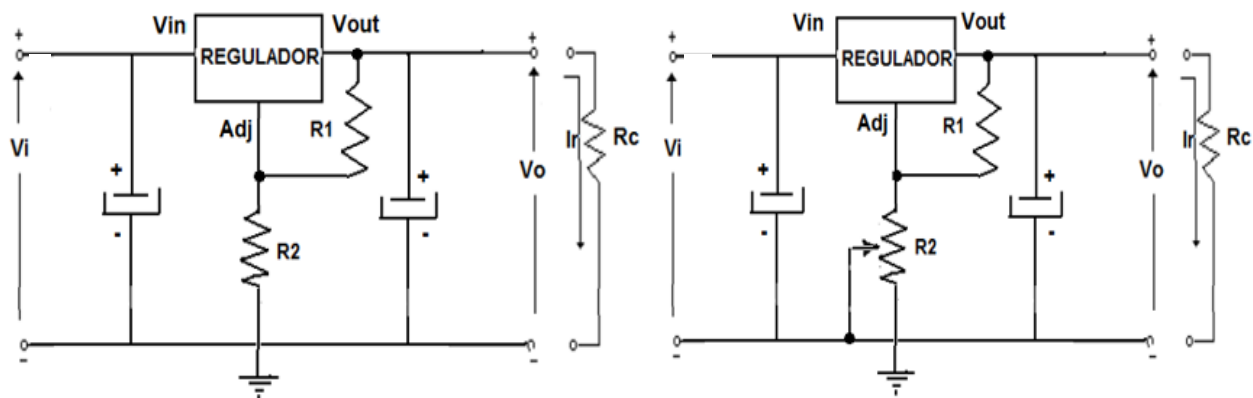

Figura 7: Esquema de un regulador ajustable. Mediante R2 se ajusta el valor de Vo.
-Fuentes reguladas variables o ajustables: Regulan un valor fijo de Tensión regulable mediante una resistencia variable conectada a uno de sus terminales. (figura 7).